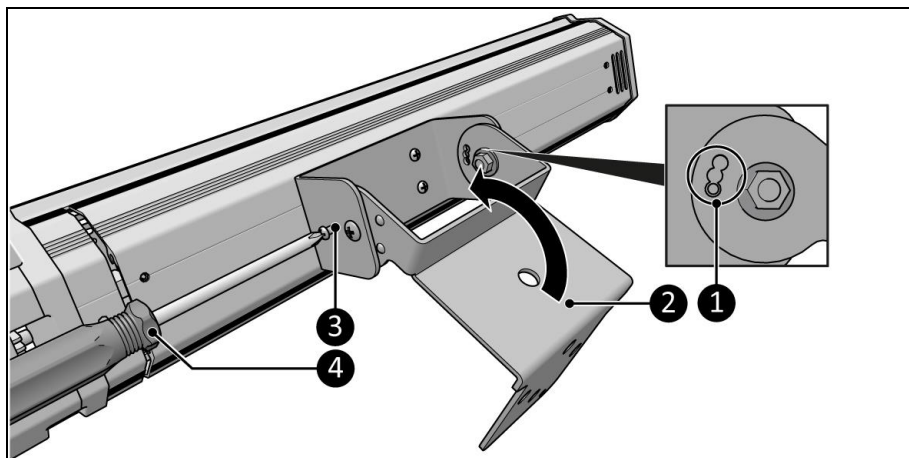

Figura 7
4. Deplasați consola de suspendare (Figura 7, poz. 2) și alegeți una dintre cele trei poziții (Figura 7, poz. 1)
5. Fixați dispozitivul în poziția dorită cu ajutorul șuruburilor mici (Figura 7, poz. 3) și cu ajutorul unei șurubelnițe Phillips (Figura 7, poz. 4).